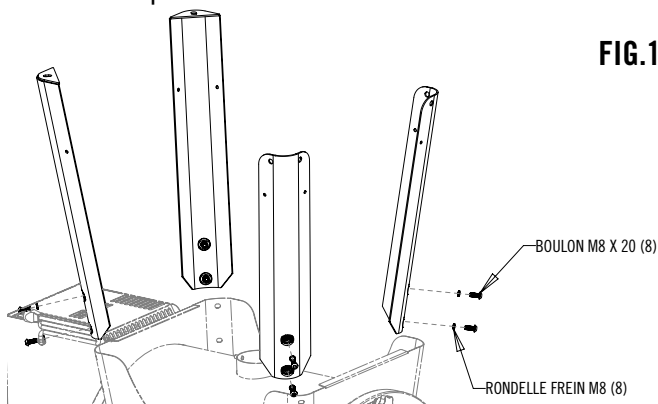

FIG. 1
1. Assembler les pieds comme indiqué à la Fig. 1 Remarque : le pied le plus long s'attache le plus près du réservoir. Serrer la quincaillerie manuellement.